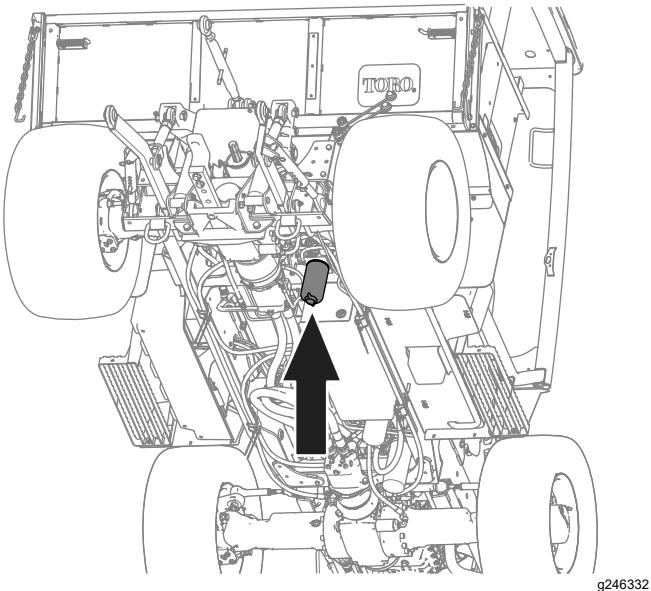
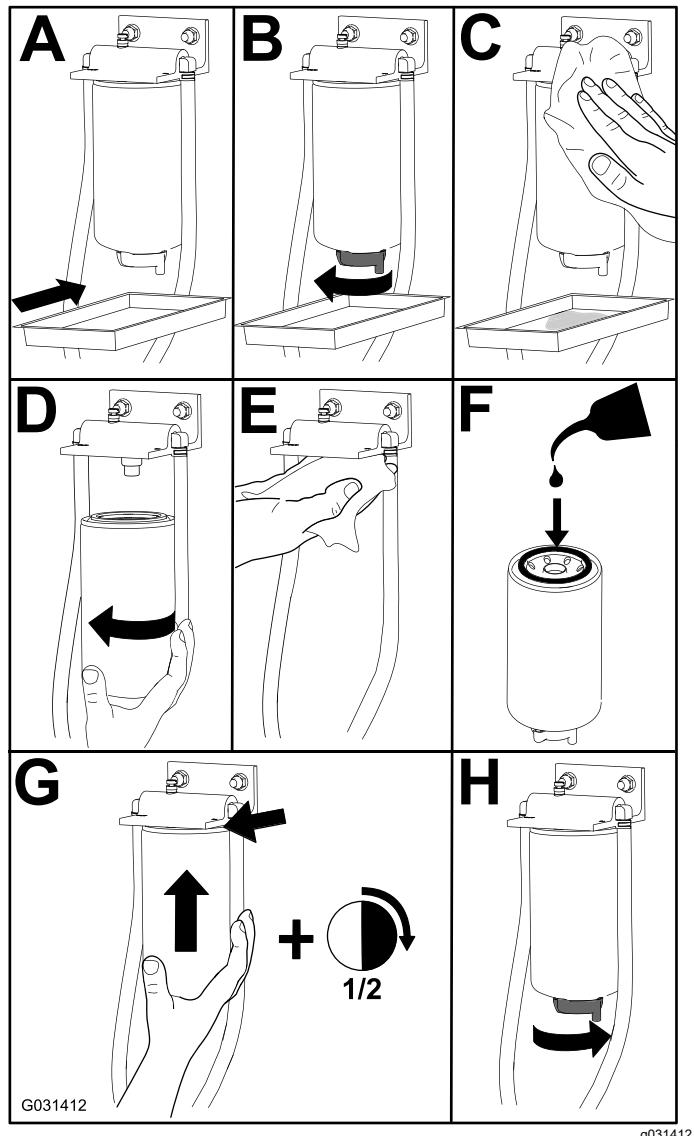

Figura 85
Figura 86
1. Realice el mantenimiento del separador de agua (Figura 85) como se muestra en la Figura 86.